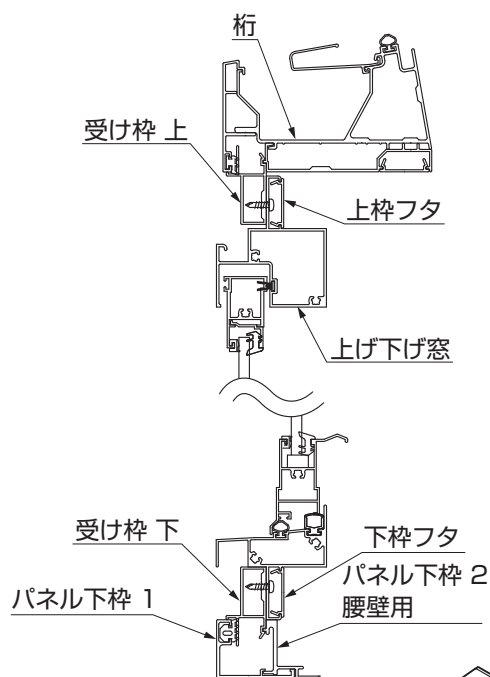
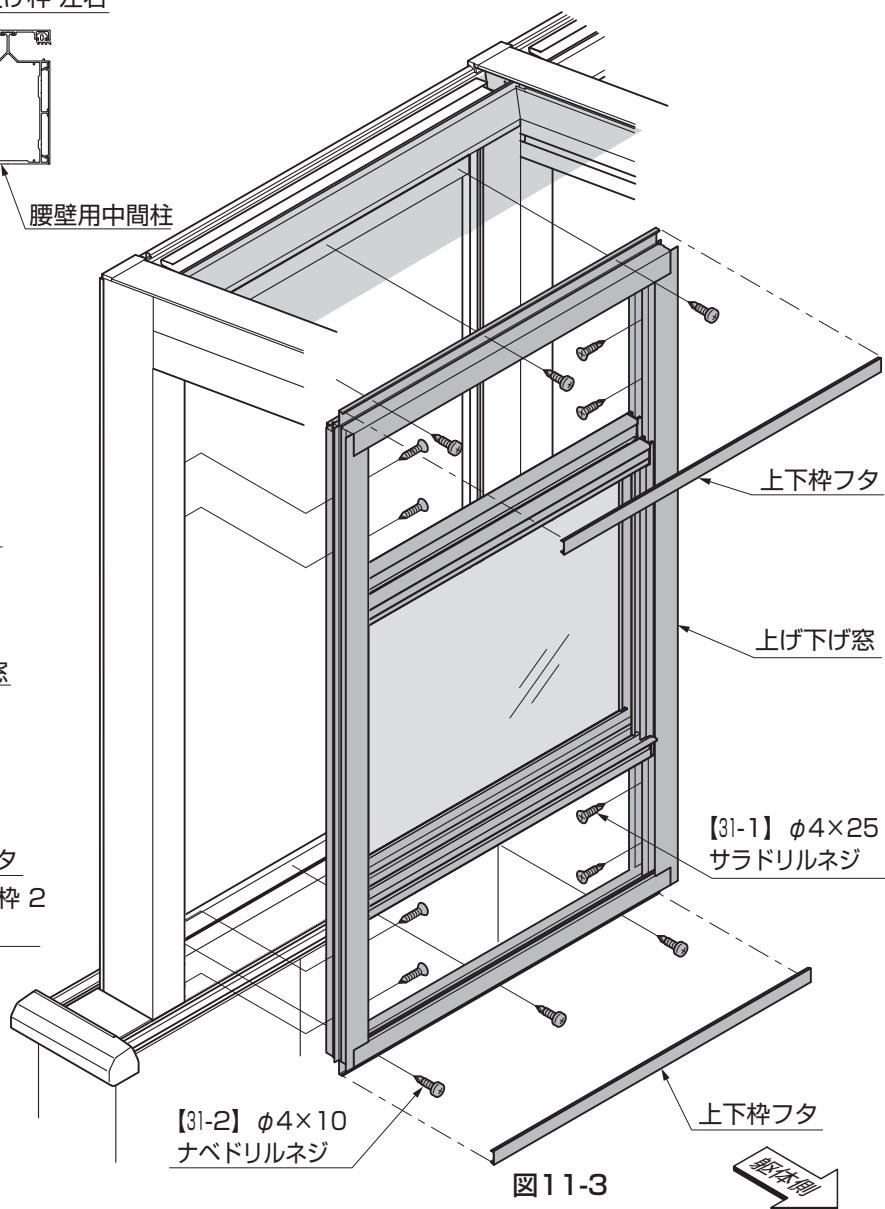

図11-2 縦断面
図11-3
- ② 上げ下げ窓を受け枠 左右に、【3I-1】で取付けてください。(図11-2、図11-3参照)
- ③ 上げ下げ窓を受け枠 上下に、【3I-2】で取付けてください。(図11-2、図11-3参照)
- ④ 上下枠フタを上げ下げ窓に、はめ込んでください。(図11-2、図11-3参照)